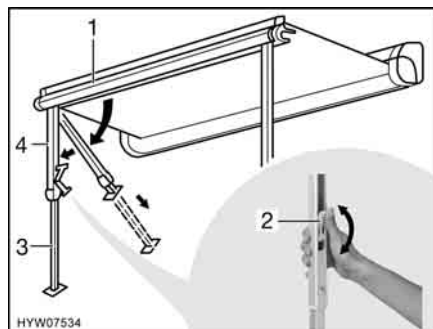

Fig. 25 Installazione dei montanti di supporto
- Rimuovere i montanti di supporto (Fig. 25,4) dal listello anteriore (Fig. 25,1) esercitando una leggera pressione verso l'esterno, quindi ribaltarli e collocarli.
- Estrarre la parte inferiore dei montanti di supporto (Fig. 25,3) fino alla lunghezza desiderata.
- Chiudere il bloccaggio presente sui montanti di supporto. A tale scopo, spingere la leva di serraggio (Fig. 25,2) verso l'alto.